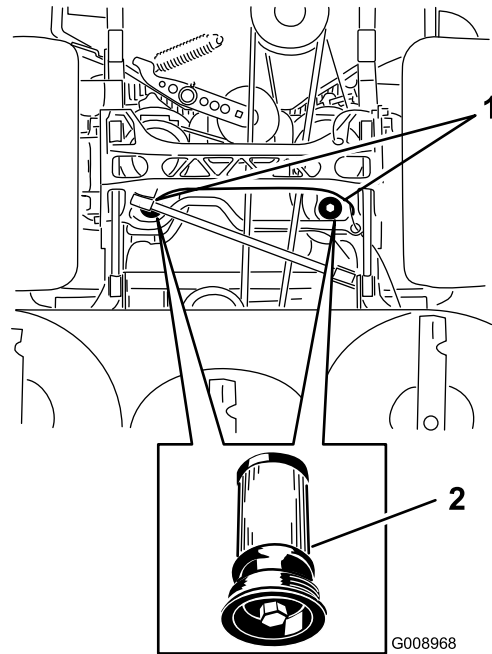

Figura 87
5. Coloque un recipiente debajo del filtro, retire el filtro usado y limpie la superficie (Figura 87).
6. Aplique una capa fina de fluido hidráulico a la junta de goma del filtro nuevo (Figura 87).